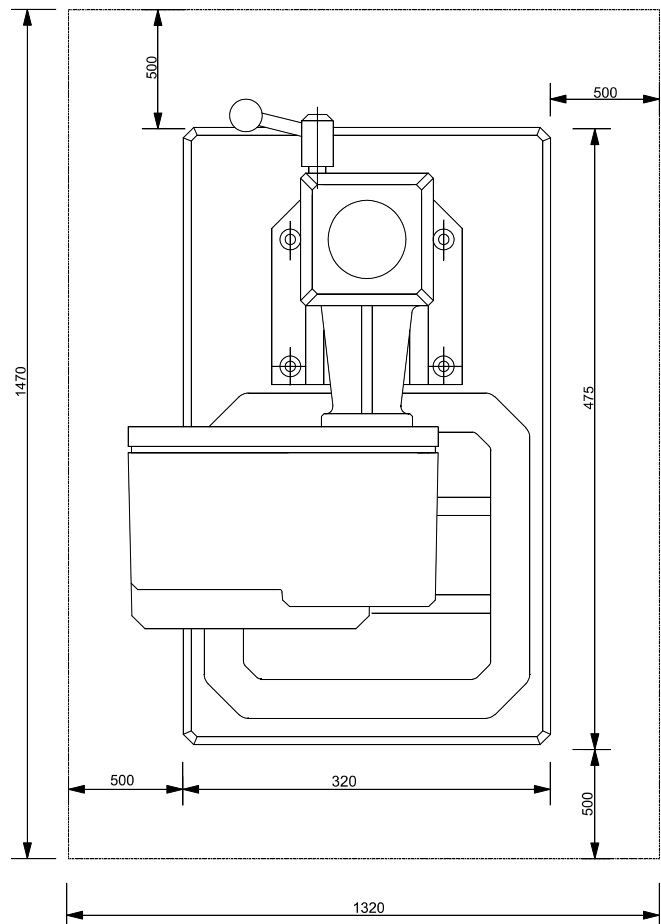

Bild 3-1 Aufstellplan, Flächenbedarf der Maschine (Maße in mm)
1. Gesamtflächenbedarf: (Bild 3-1)
2. Arbeitsplatte am vorbereiteten Ort so aufstellen, dass die im Bild 3-1 angegebenen Maße eingehalten werden.